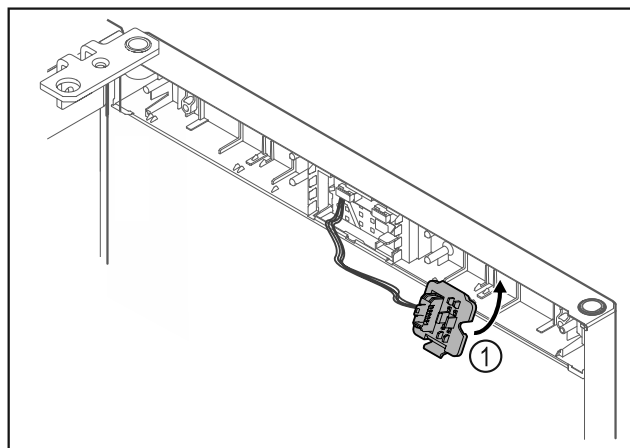

Fig. 12
- Κουμπώστε το στηρίγμα του φιν Fig. 12 (1) στην απέναντι πλευρά.*